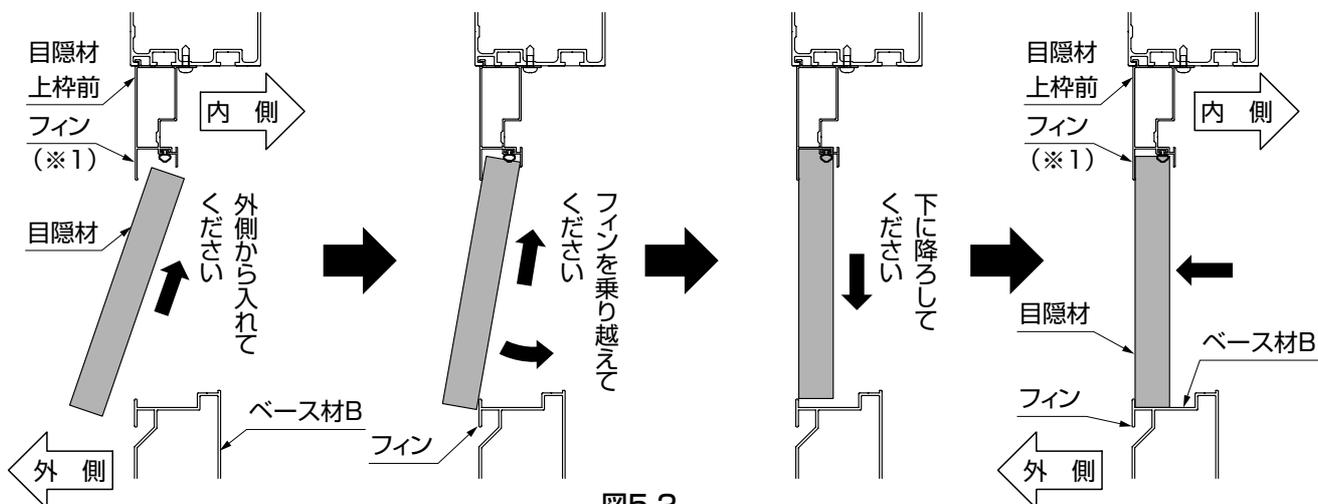

図5-2
- 目隠材は外側から上枠前のフィン内側に引っ掛けるように入れ、ベース材Bのフィンを乗り越えたら外側に押付けてください。(図5-2参照)